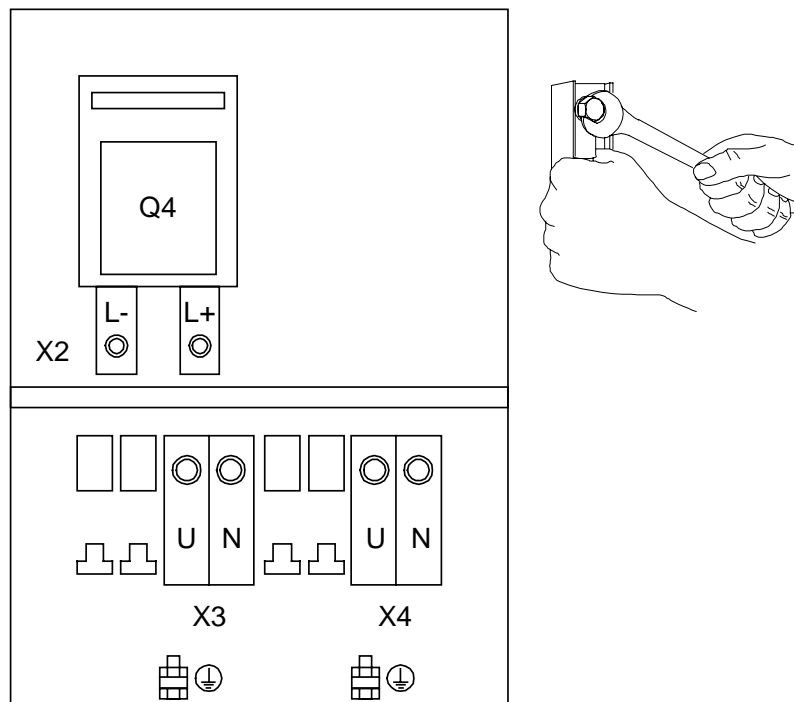

Bild 13 Anschlußfeld des Inverters
Um eine Deformation der Tragschiene zu vermeiden und den Fuß der Anschlußklemme von Torsionskräften freizuhalten, empfiehlt es sich, beim Anziehen der Klemmschraube am Kabel gegenzuhalten (siehe Bild 13).
Die Anschluß- und Erdungsklemmen sind bei allen Protect 5. Inv1/xxx - Geräten ähnlich aufgebaut (siehe Bild 13).
- Kabel durch Befestigung der Kabelschuhe (siehe Bild 13) an den entsprechenden Kupferschienen mit einem Gabelschlüssel befestigen.
- **Schutzleiteranschlüsse (PE)** an den gekennzeichneten Gerätegestellen **befestigen**.